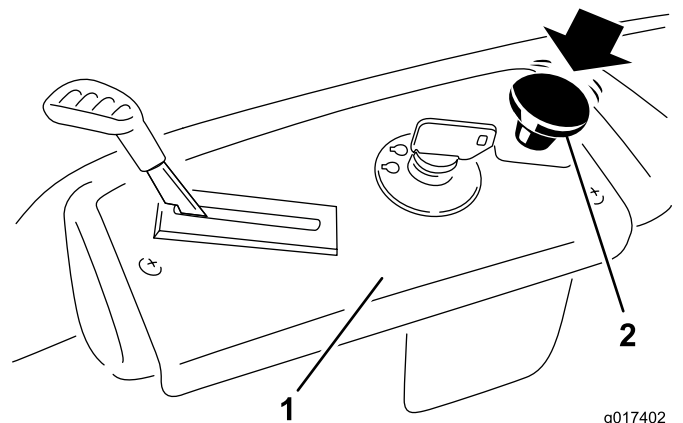

Figura 12
2. Desengate as lâminas movendo o interruptor de controlo da lâmina para Off (Figura 12).